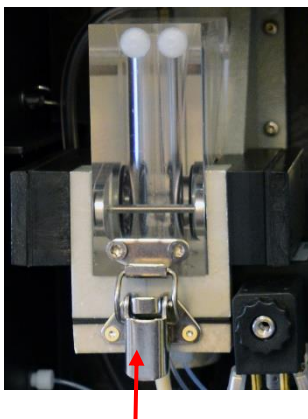

Abbildung 31
4. Entriegeln Sie den Spannverschluss (siehe Abbildung 31), kippen Sie die Messkammer nach oben und nehmen Sie sie heraus.